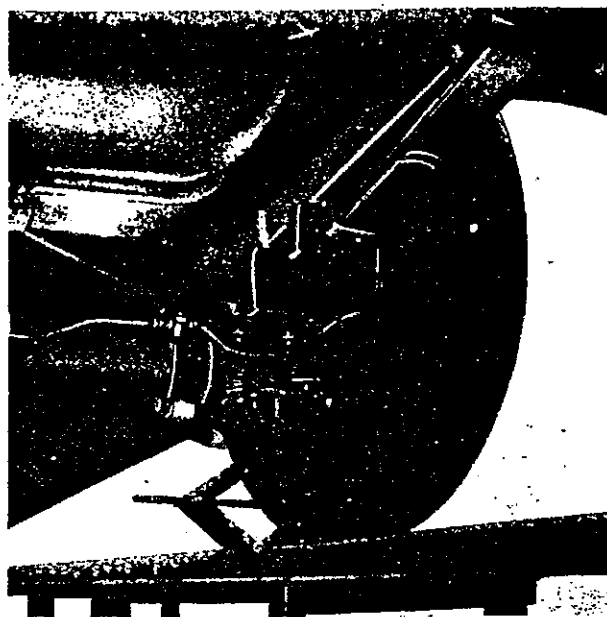

Fig. 03/1 - Dispositif 8033411 pour blocage ressort à lames.
- Placer, entre les deux extrémités du ressort, le dispositif 8033411, comme indiqué à la figure 03/1, en préchargeant le ressort.